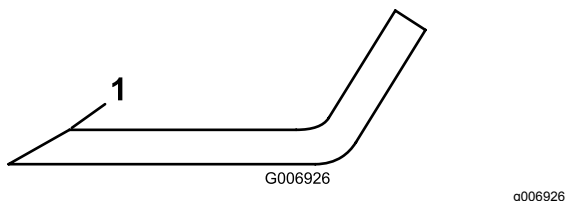

Figure 76
4. Examinez le tranchant de toutes les lames. Affûtez les tranchants s'ils sont émoussés ou ébréchés ; affûtez uniquement le haut du tranchant et conservez l'angle de coupe d'origine pour obtenir une coupe nette (Figure 76).